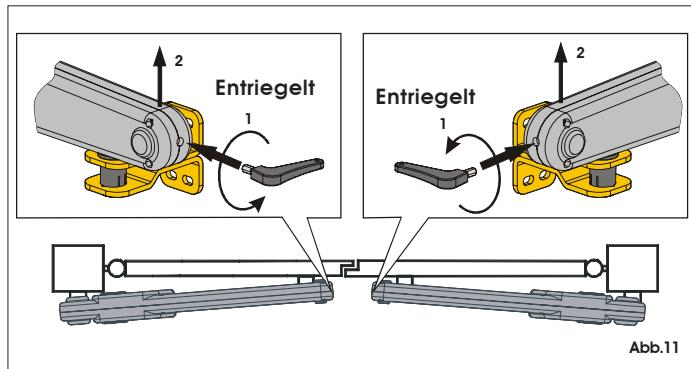

Abb.11
- Den mitgelieferten Inbusschlüssel in den vorderen Bereich des Antriebs einstecken und um 5-6 Umdrehungen im Gegenuhrzeigersinn drehen (Abb. 11 Bez. 1).
- Den Antrieb von dem vorderen Bereich anheben, und dabei von der Befestigung abnehmen (Abb. 11 Bez. 2). Dann den Entriegelungsschlüssel herausziehen.